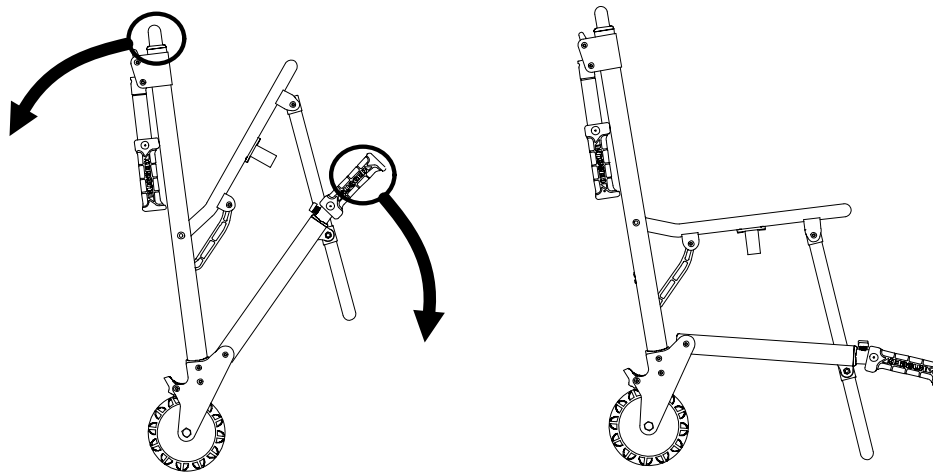

Figura 3 – Apertura della sedia
3. Separare lo schienale e la maniglia di estensione tirando (Figura 3).